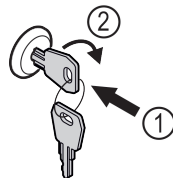

Fig. 160
- ▶ Sätt in nyckeln Fig. 160 (1).
- ▶ Vrid nyckeln 90° medurs Fig. 160 (2).